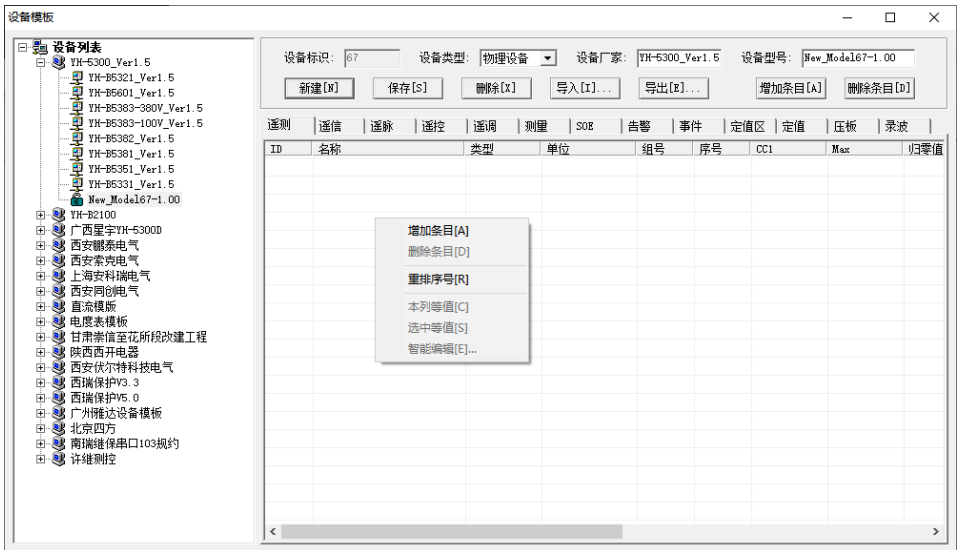

图 5-24 新建设备
- 新建设备：点击“新建”按钮，设备配置信息显示为默认参数。如图 5-24 所示，设备标识自动分配为“67”，设备类型为“物理设备”设备型号为“New_Model167-1.00”（1.00 表示版本号）。
- 修改设备：在设备列表中点击要修改的设备，右侧窗口显示该设备的配置信息。修改设备类型和设备型号等信息。在设备数据列表中，点击鼠标右键，出现图 5-24 所示的弹出菜单，可增加条目、删除条目、重排序号（序号从 1 开始顺序加 1）、本列等值（本列所有条目等于当前行的当前列的值）、选中等值（本列选中条目等于当前行的当前列的值）和智能编辑（根据 %X 和 %Y 两个通配符自动编辑选中的条目，支持对“组号”、“序号”、“规约地址”和“转发地址”的编辑），也可点击“增加条目”或“删除条目”按钮。其中解析顺序如下表所示。